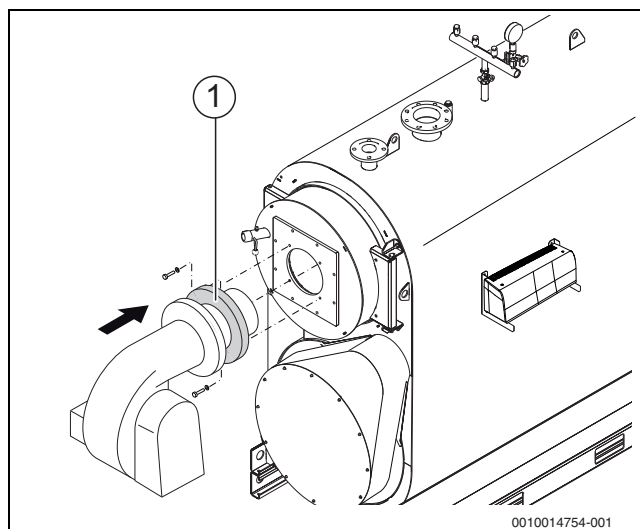

Рис. 17 Монтаж уплотнения
- ▶ Наденьте уплотнение на трубу горелки (→ рис. 17, [1], стр. 25).